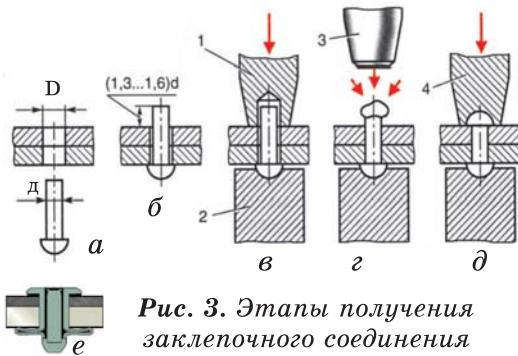

Рис. 3. Этапы получения заклепочного соединения
Часто сверлят сразу две соединяемые заготовки зажима их струбциной или в тисках. Диаметр отверстия (D) должен быть на 0,1–0,2 мм больше диаметра заклепки (d) (рис. 3, а).
Заклёпку вставляют в отверстие (рис. 3, б). Стержень заклёпки должен выступать над деталью на расстоянии до $(1,3\dots1,6)d$. Головку размещают в углублении поддержки и ударами молотка по натяжке сближают соединяемые детали одну с другой. Затем круговыми ударами молотка расклепывают замыкающую головку (рис. 3, в, г) и придают ей правильную форму с помощью обжимки (рис. 3, д).
В конце получается готовое заклёпочное соединение (рис. 3, е).